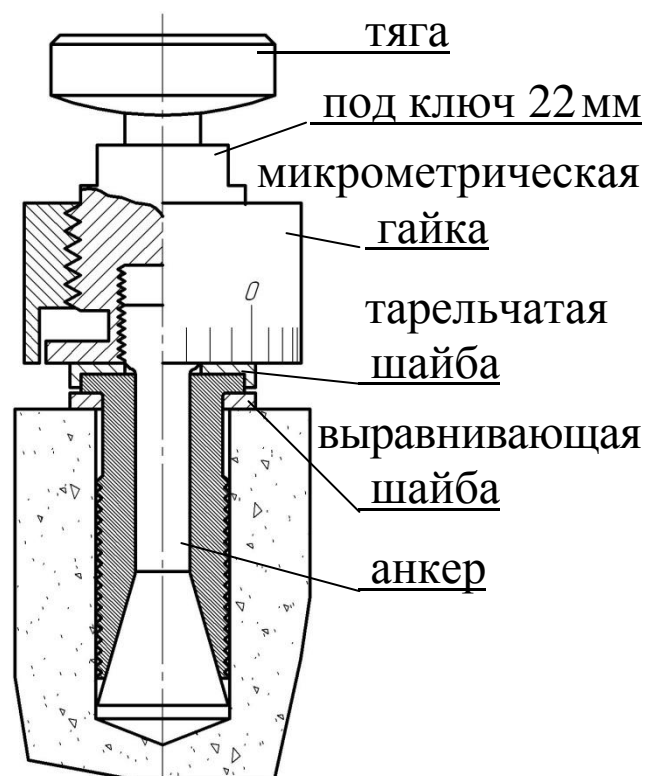

Рисунок 3.1 – установка анкера
3.2.1.5 Заложить анкерное устройство с тягой в подготовленное отверстие до упора выравнивающей шайбы в поверхность бетона (рис. 3.1) и создать предварительное напряжение в зоне установки анкера, для чего ключом на 22 мм довернуть тягу по часовой стрелке, не допуская вытягивания анкера из отверстия. Затяжку произвести с усилием (момент затяжки от 4,5 до 5,0 кг·м).